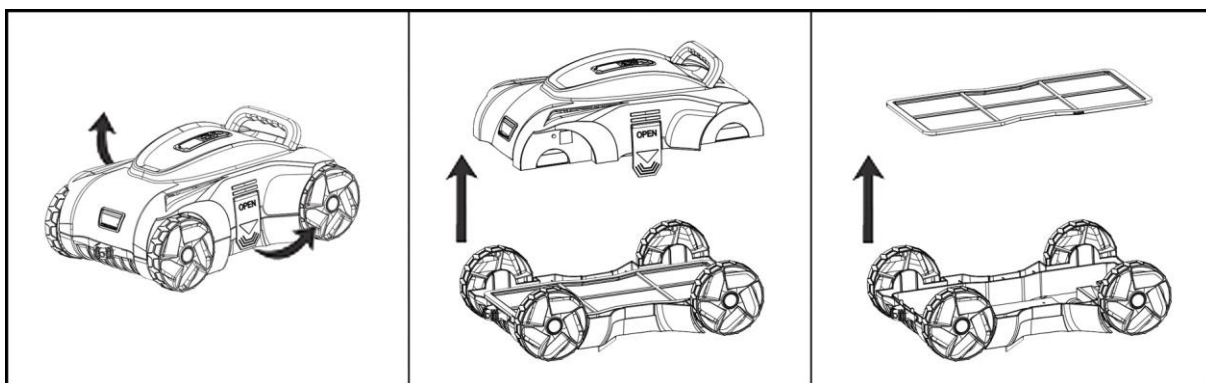

Fig. 5
- Abra el aparato por los dos puntos de fijación para poder retirar la tapa y el cartucho del filtro (fig. 5).